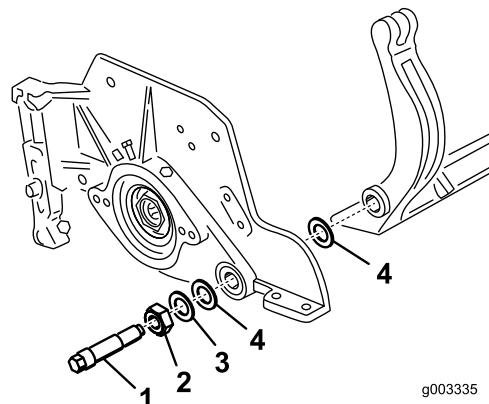

Figure 32
la rondelle en acier estampé situées de chaque côté de la barre d'appui (Figure 32).
- Placez une rondelle en acier à l'extérieur de chaque rondelle en nylon (Figure 32).